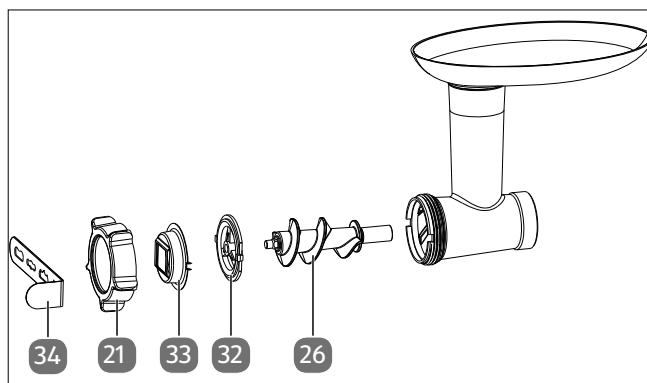

Fig. 17 – Accessoires pour biscuits sablés
- ▶ Pour réaliser des biscuits à partir de pâte à biscuits, montez le support et l'emporte-pièce pour biscuits sablés ainsi que le guidage de vis sans fin pour biscuits sablés dans l'ordre indiqué (voir Fig. 17).